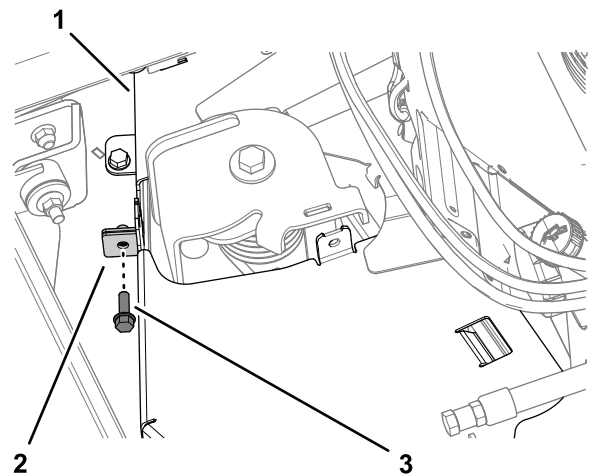

Figure 35
2. Retirez le boulon qui fixe les brides du protège-courroie, comme montré à la Figure 35.